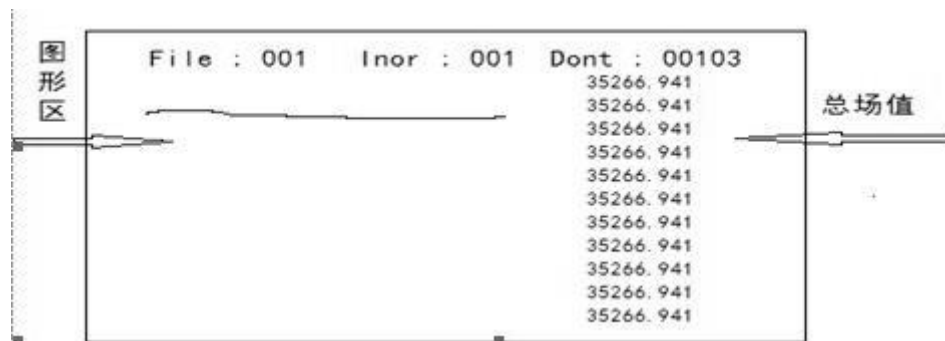

图 14
- 查看：该选项是查看在这个测点自动采集的所以数据，要查看必须结束自动测量让仪器处于待测状态。按键盘的“测量”键即可停止测量。在仪器待测状态下按“←”、“→”使光标“>”移动到查看上按“确定”键进入查看界面如图 14 所示：